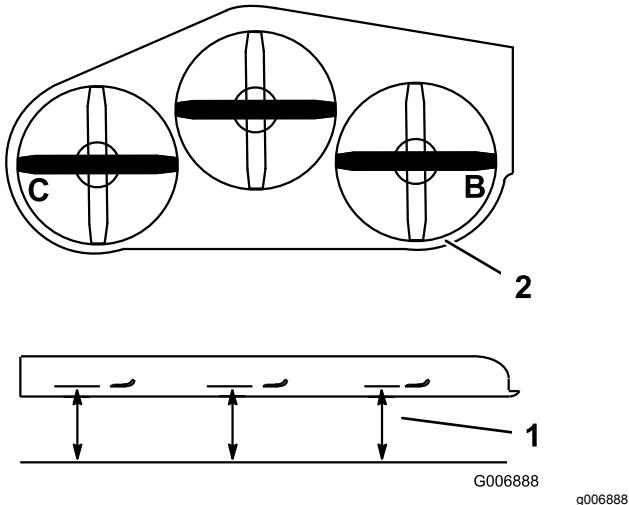

図 72
- B**と**C**位置で、水平な床面から刃先までの距離を測る図 72。